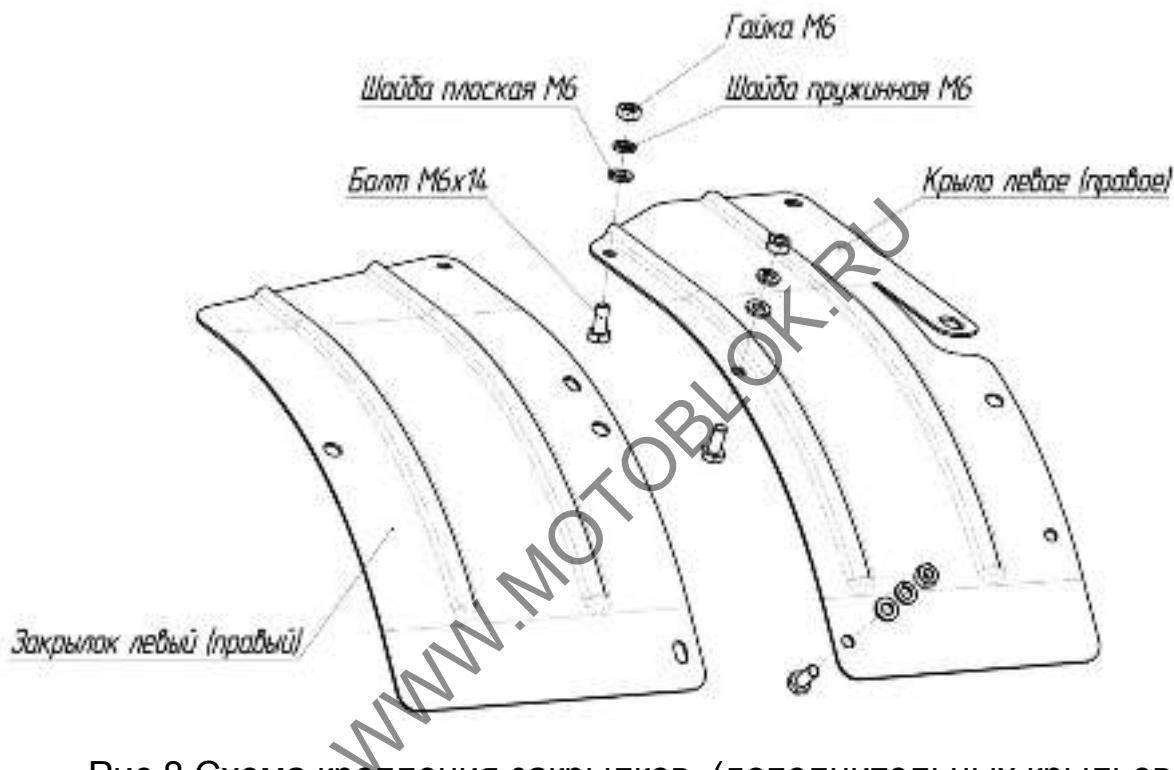
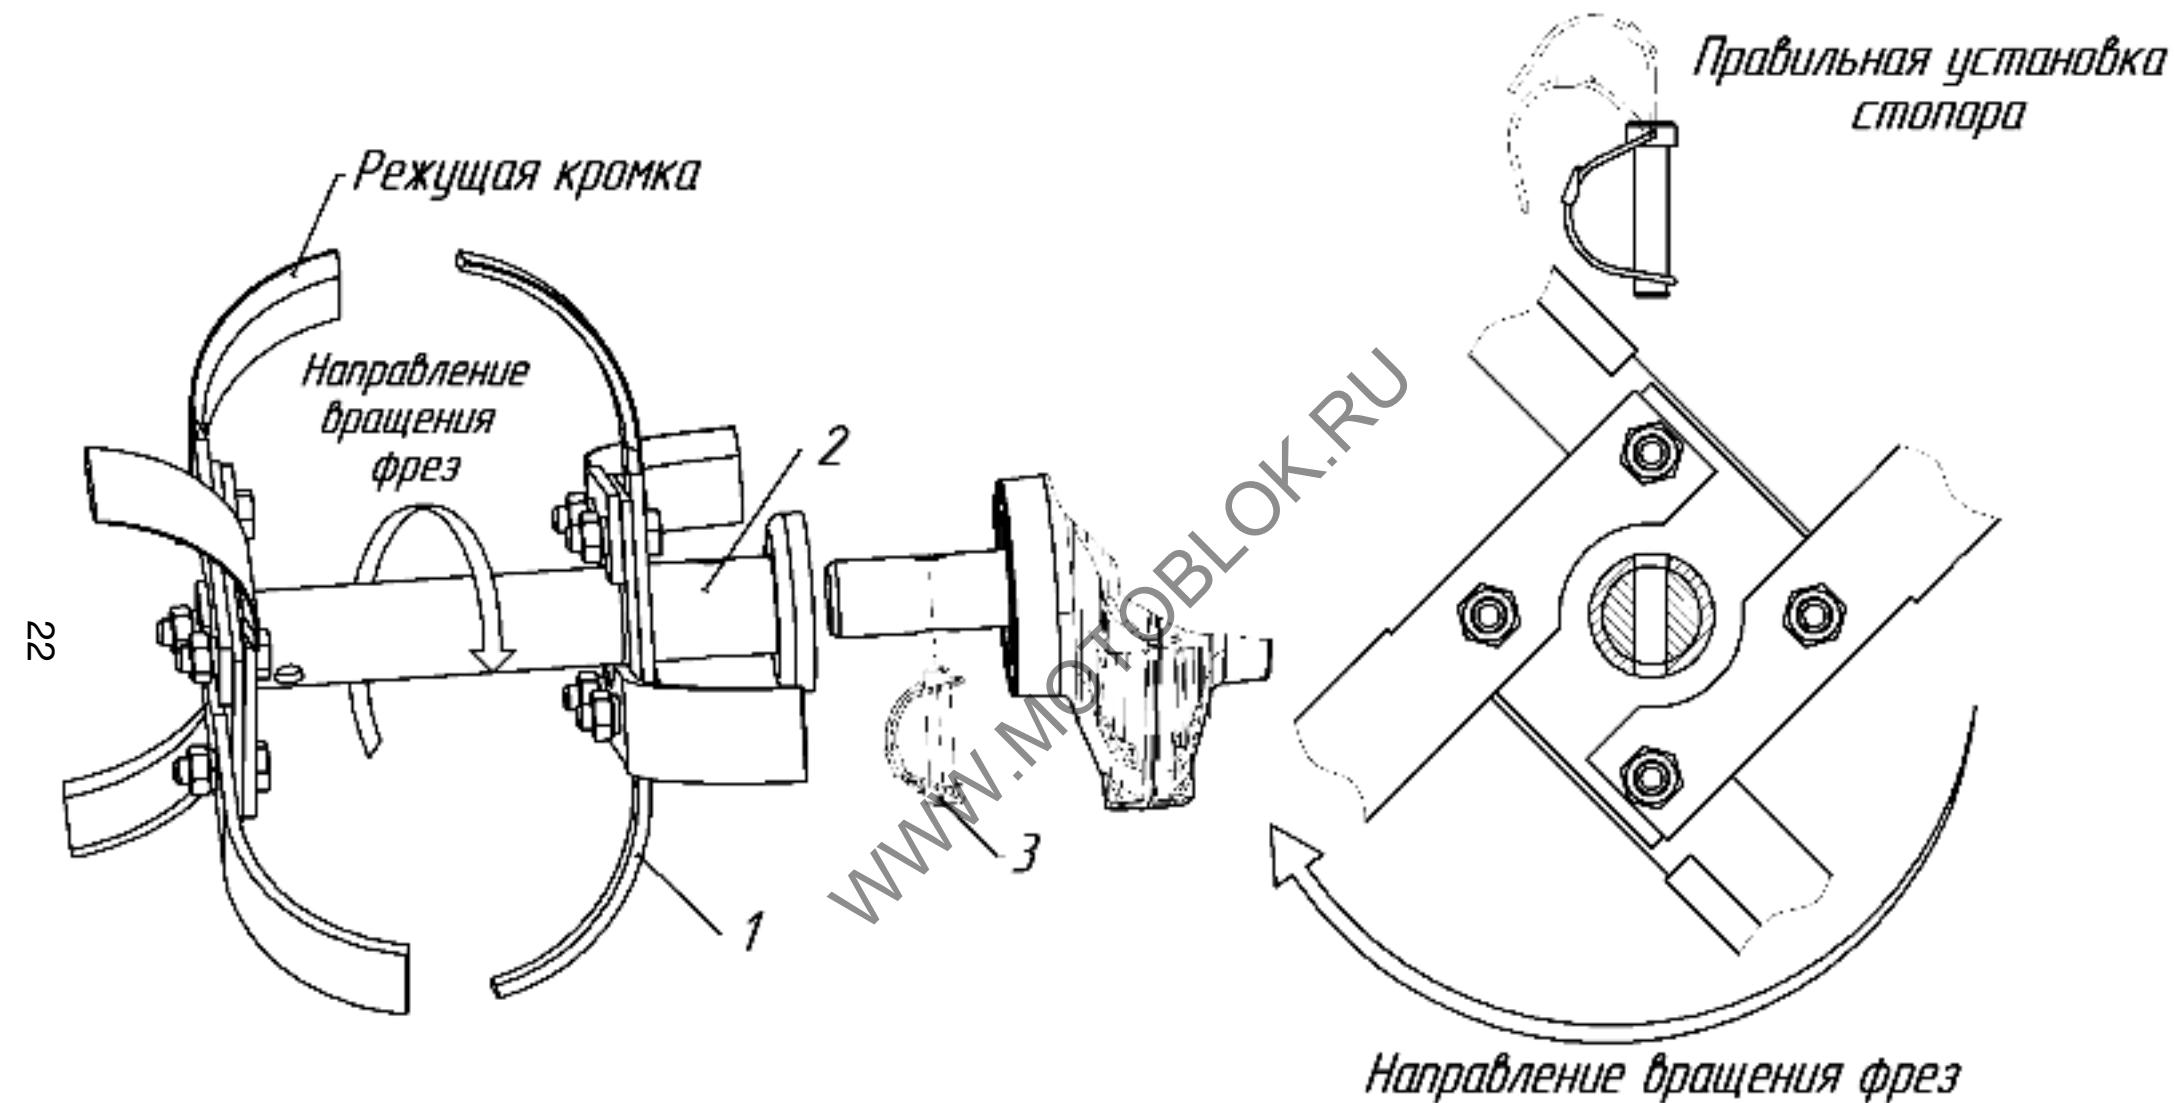

Рис.8 Схема крепления закрылков (дополнительных крыльев)
Рис.10 Установка 4-х фрез-культиваторов
6. Собрать фрезы-культиваторы в соответствии с рис.8.
7. Установить фрезы-культиваторы на выходной вал редуктора и зафиксировать их стопорами. Стопоры устанавливать спинкой (выгнутой частью) по ходу движения (рис.10, 11).
8. Установить защитные крылья (закрылки) над фрезами (рис.8).
Установите на выходной вал редуктора и закрепите стопорами необходимое количество фрез-культиваторов (рис.10, 11), установите закрылки (рис.8) и наденьте защитные очки.